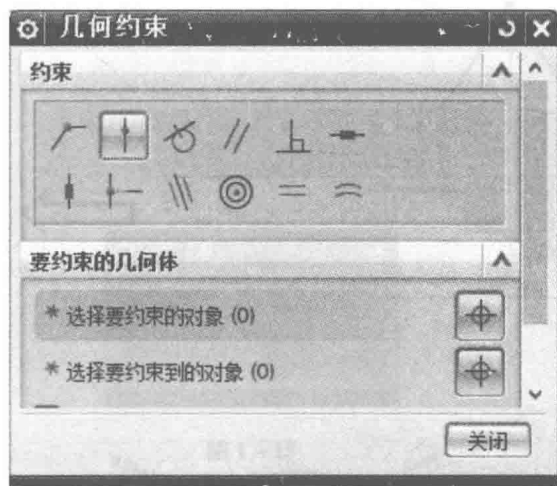
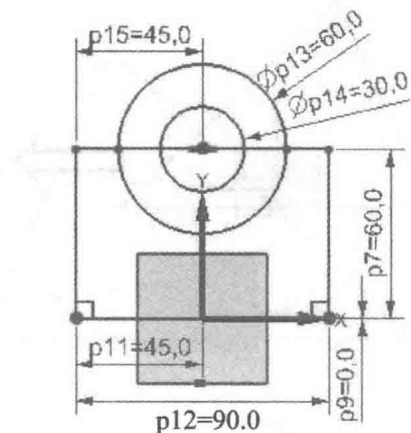

图 1-10
图 1-11
2) 在直接草图工具条中选择“几何约束”，如图 1-10 所示，选择“点在曲线上”约束，在“选择要约束的对象”单击圆心，在“选择要约束的对象”单击矩形上边线，然后单击“关闭”，如图 1-11 所示。